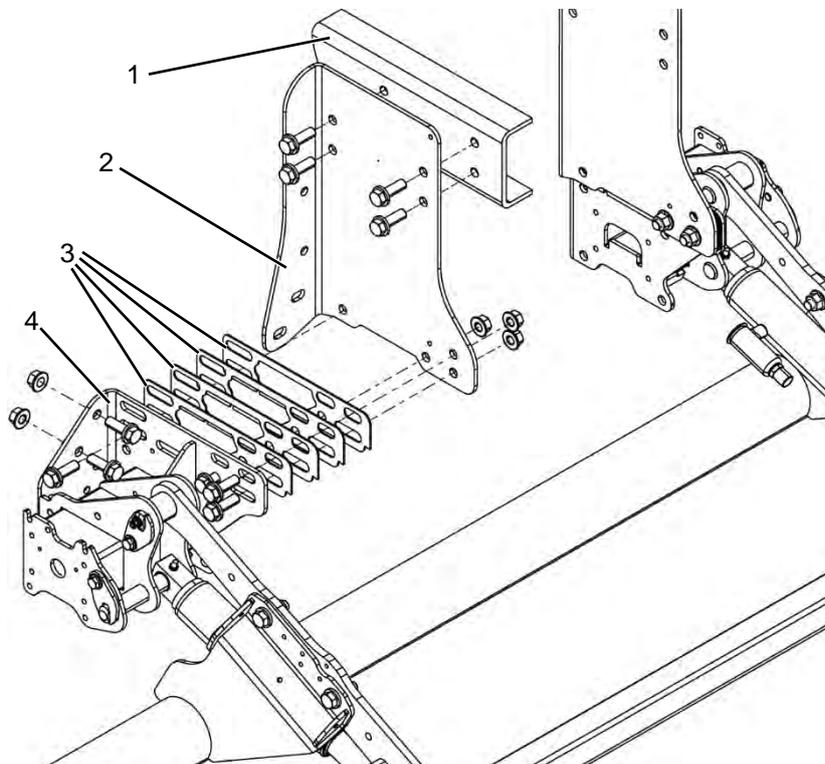

Figura 9: Placas distanciadoras (representación a modo de ejemplo)
- ▶ Al realizar el montaje, utilice placas distanciadoras entre la caja del soporte y las placas atornillables para reducir las dimensiones interiores de la ménsula a la anchura del chasis (ilustración a modo de ejemplo en Figura 9). El número de placas distanciadoras necesarias figura en la tabla del estudio de montaje (plano de montaje).